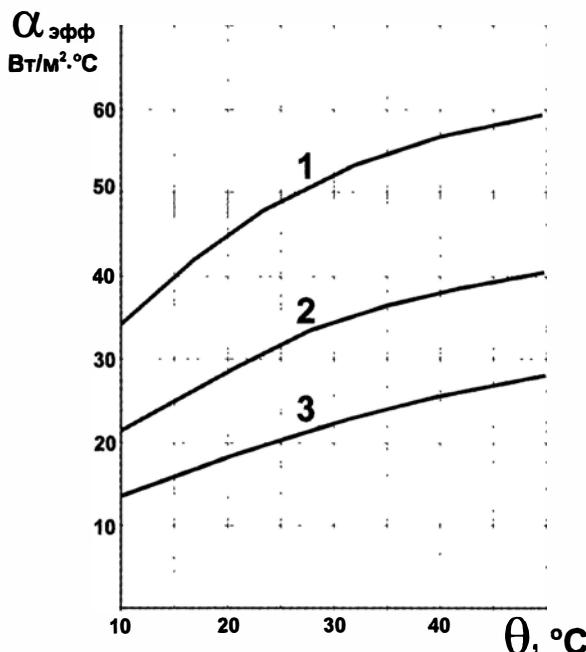

Рис. 9.15. Эффективный коэффициент теплоотдачи ребристого радиатора в условиях свободной конвекции при различной длине ребра:
- $\alpha_{\text{эфф}}$ — эффективный коэффициент теплоотдачи, $\text{Вт}/\text{м}^2 \cdot \text{°C}$ (см. график на рис. 9.15);
Итак, приступим: сначала зададимся желательным перегревом поверхности, выбрав не слишком большую величину, равную $30\ ^{\circ}\text{C}$. Грубо говоря, можно считать, что при температуре окружающей среды $30\ ^{\circ}\text{C}$, температура поверхности радиатора составит $60\ ^{\circ}\text{C}$. Если учесть, что разница между температурой радиатора и температурой кристалла транзистора или микросхемы при хорошем тепловом контакте (о котором далее) может составить примерно $5\ ^{\circ}\text{C}$, то это приемлемо для практических всех полупроводниковых приборов. Высота ребер h у нас составляет 30 мм, поэтому смотрим на верхнюю кривую из графика на рис. 9.15, откуда узнаем, что величина коэффициента теплоотдачи составит примерно $50\ \text{Вт}/\text{м}^2\cdot{}^{\circ}\text{C}$. После вычислений получим, что $W = 22\ \text{Вт}$. По простейшему правилу ранее мы получили $14,5\ \text{Вт}$, а сейчас, проведя более точные расчеты, мы можем несколько уменьшить площадь, тем самым сэкономив место в корпусе. Однако повторим, если место нас не жмет, то лучше всегда иметь запас.